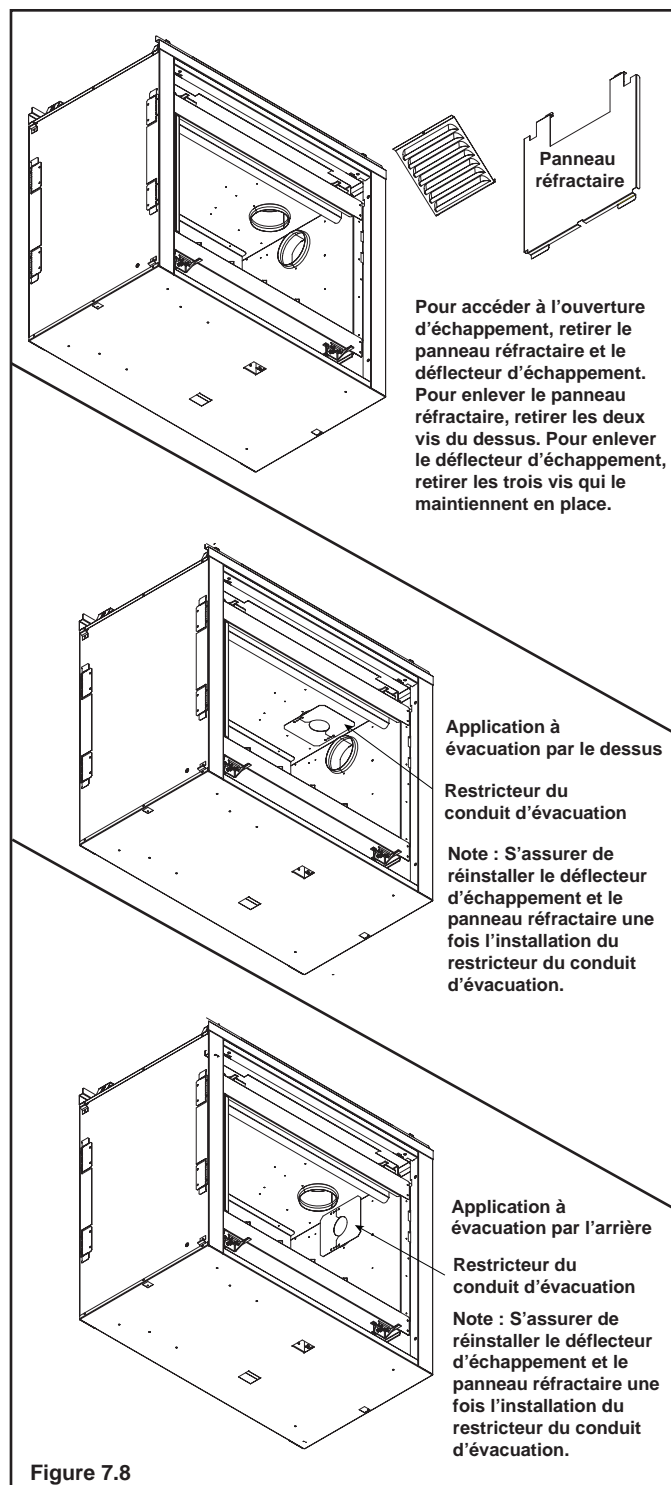

Figure 7.8
1. Retirer le panneau réfractaire et le déflecteur d'échappement du côté de la veilleuse de l'appareil. Pour retirer le panneau réfractaire, utiliser un tourne-écrous de 6,35 mm (1/4 po) et retirer les deux vis qui le maintiennent en place. Pour enlever le déflecteur d'échappement, retirer les trois vis qui maintiennent en place le panneau réfractaire. Voir la figure 7.8.